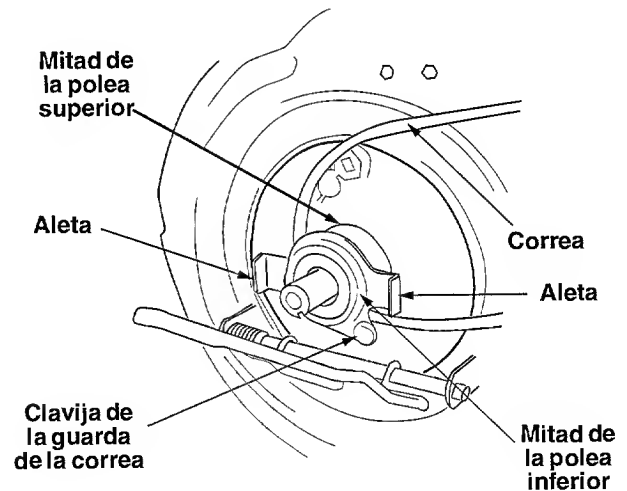

Figura 23
- Coloque la correa entre ambas mitades de la polea sobre el cigüeñal según se muestra en la Figura 23. Asegúrese de encaminar la correa dentro de la clavija de la guarda de la correa.
IMPORTANTE: Para un ensamblado apropiado, es esencial mantener en la posición mostrada en la Figura 23, la clavija de la guarda de la correa y las dos aletas en la mitad de la polea inferior, como se muestra en la figura 23.